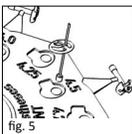

fig. 5
■ **fig. 5** TTP® VARIAC-protesen føres inn i den hertil tiltenkte fordypningen i sizer disken i samsvar med den lengden som er beregnet på forhånd (se ovenfor: Bruk av sizer disk). Denne prosedyren bør utføres ved hjelp av den titaniumspinsetten (REF 8000 136) som kan leveres som ekstrautstyr.